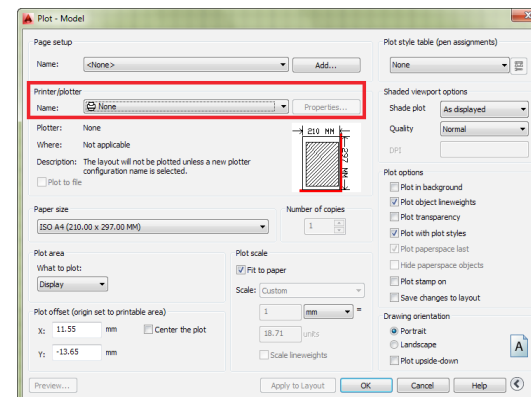

Рис. 125 Выбор принтера
• **Name (Имя)**. В этом разделе выбираем название принтера, на котором будет производиться печать (Рис. 125).